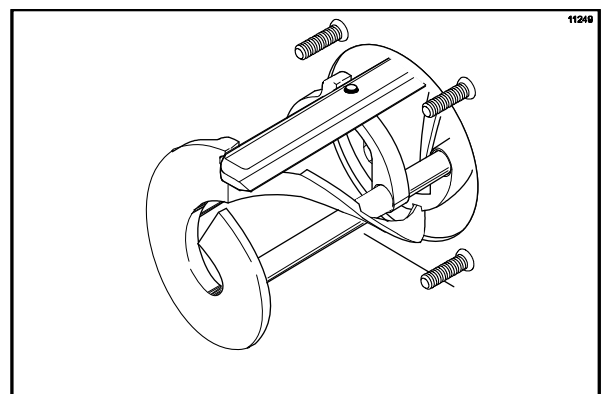

Abbildung 131
- Das hintere Schabemesser auf dem Rührwerk festhalten und das Rührwerk zur Hälfte in den Gefrierzylinder hineinschieben. Das vordere Schabemesser auf den vorderen Haltestift aufsetzen. (Siehe Abbildung 131.)